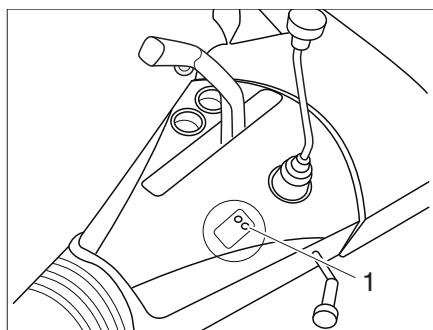

Fig. 3 LED del ATC (AL-KO Trailer Control)
Se realiza una prueba automática, el LED (Fig. 3,1) se enciende en rojo.
- Después de la prueba automática, el LED (Fig. 3,1) se vuelve verde, el ATC está activo.